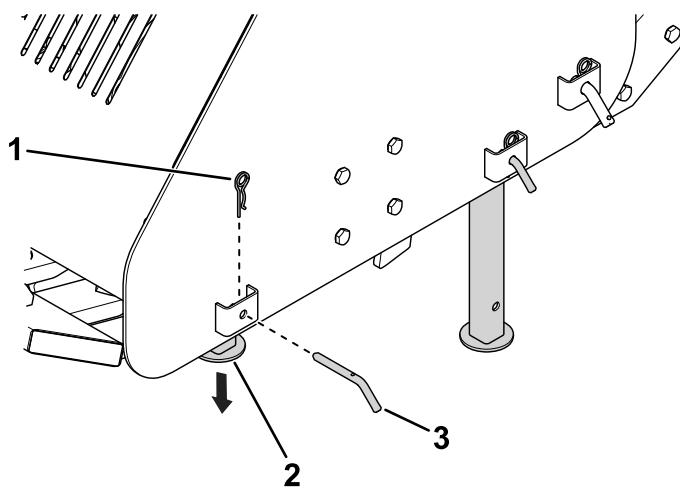

Figure 23
- Baissez les pieds de l'accessoire (Figure 23).